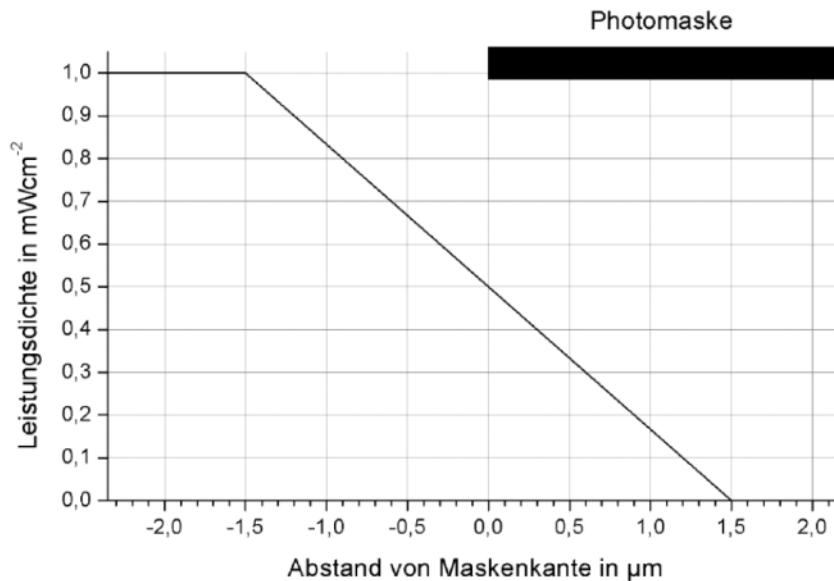

Abbildung 1: Verlauf der Leistungsdichte des Lasers an der Maskenkante
- 3b) Durch Messung der Restlackdicken wurden für einen Fotolack die Kenngrößen  $D_0=35 \text{ mJ/cm}^2$  und  $D_{100}=30 \text{ mJ/cm}^2$  ermittelt. Bei der Kontaktbelichtung mit einer Quelle der Leistungsdichte  $20 \text{ mW/cm}^2$  soll eine auf der Fotomaske  $3 \mu\text{m}$  breite Struktur in den Fotolack übertragen werden. Der Verlauf der Leistungsdichte im Bereich der Maskenkante kann Abbildung 1 entnommen werden. Bestimmen Sie die optimale Belichtungszeit, bei der die Lackstruktur genau  $3 \mu\text{m}$  breit wird.